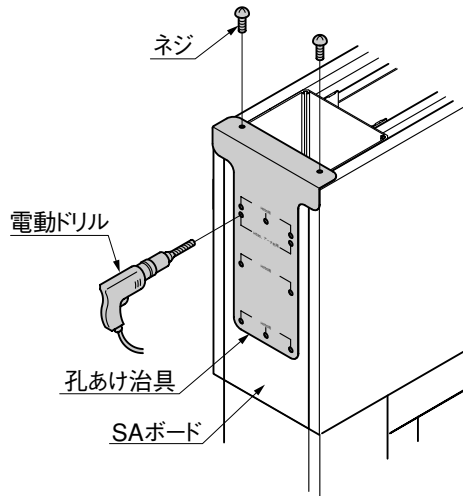

図4-1
- ① 孔あけ治具を壁本体上側にネジ等で仮止めてください。(図4-1参照)